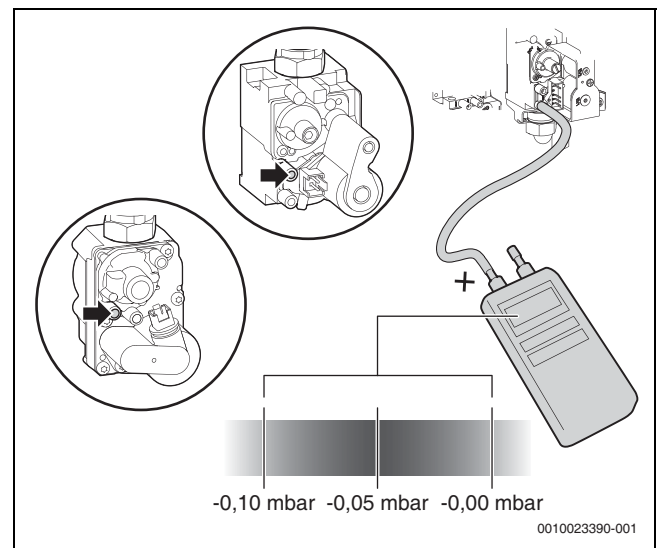

Fig. 37 Måling af differensstryk
- ▶ Mål gasventilens differensstryk (→ fig. 37). Det optimale differensstryk er på -0,05 mbar.